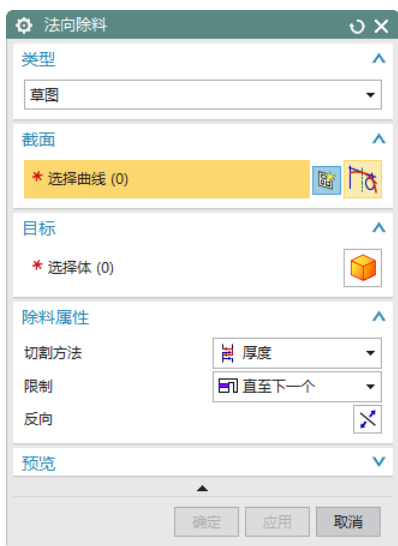

图 10-46 “法向除料”对话框
(1) 选择“菜单(M)”→“插入(S)”→“切割(T)”→“法向除料(N)”，或者单击“主页”选项卡“特征”面组上的“法向除料”按钮, 打开如图 10-46 所示“法向除料”对话框。设置“切割方法”为“厚度”，“限制”为“直至下一个”。